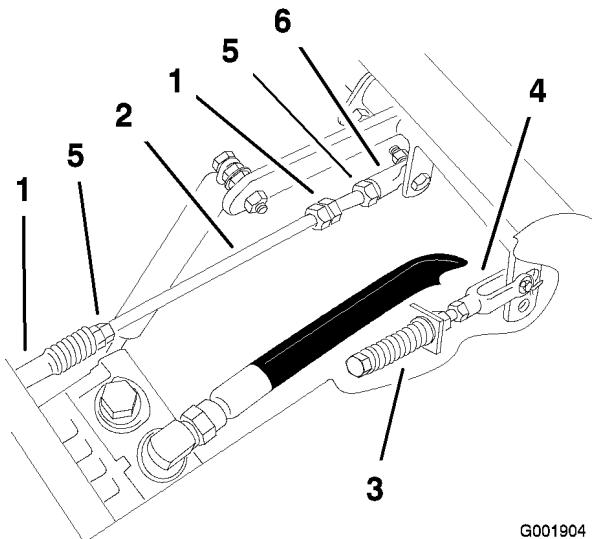

Figura 75
1. Allentate i dadi di bloccaggio sugli snodi a sfera dell'asta di comando della pompa (Figura 75).
3. Regolate la lunghezza dell'asta della pompa facendo girare nella direzione opportuna i due dadi sull'asta, finché la ruota si ferma o si sposta leggermente indietro (Figura 75).
6. Serrate i controdadi sugli snodi a sfera (Figura 75).